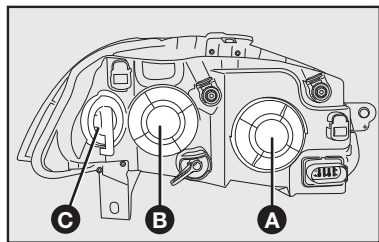

fig. 22
1) Girar a tampa **A-fig. 22** (para trocar a lâmpada do farol baixo) ou a tampa **B-fig. 22** (para trocar a lâmpada do farol alto) no sentido anti-horário e retirá-la:
6) Recolocar a tampa **A-fig. 22** ou **B-fig. 22**, girando-a no sentido horário.
- 2) Girar a tampa porta-lâmpada **C-fig. 22** no sentido horário e retirá-la.
- 4) Substituir a lâmpada e recolocar a tampa **C-fig. 22**, girando-a no sentido anti-horário.
- 1) Girar a tampa **B-fig. 22** no sentido anti-horário e retirá-la;
- 5) Recolocar a tampa **B-fig. 22**, girando-a no sentido horário.